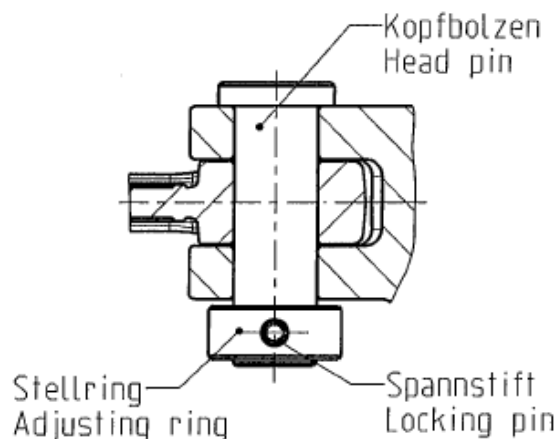

Bild 5
4.5 Montage und Demontage von Kopfbolzen in Doppelstranggabelaschenketten (Bild 5)